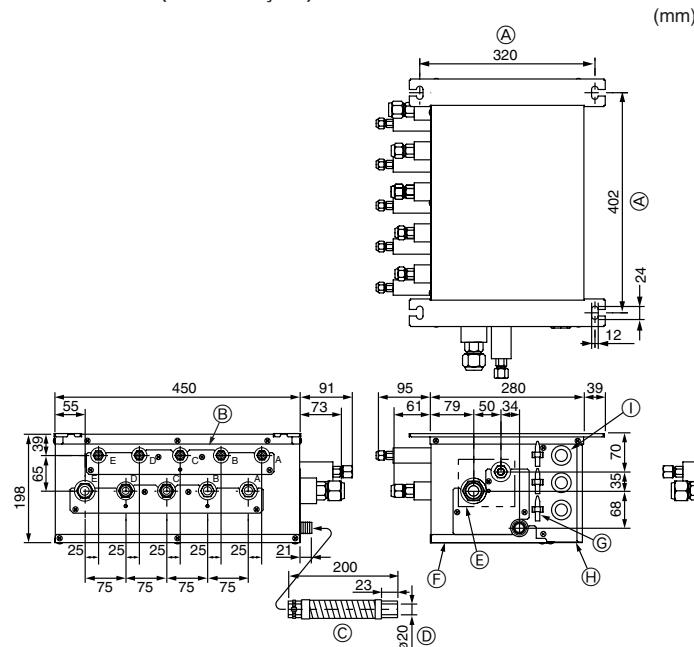

Fig. 4-2
#### ■ PAC-AK50BC (Fig. 4-2)
- (1) Instale os parafusos de suspensão (adquira localmente) à distância especificada. (Fig. 4-2, 4-3)